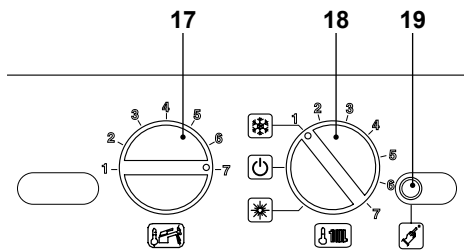
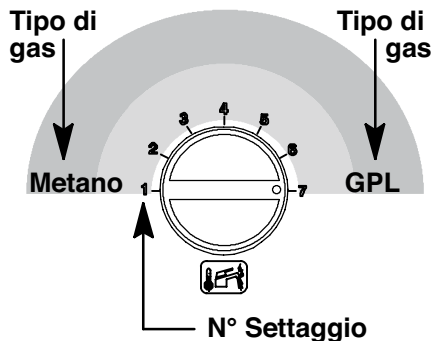

Figura 8.4
Figura 8.9
- Posizionare le manopole 17 e 18 come in Figura 8.4.
- Per settare il Tipo di gas bisogna entrare in programmazione premendo per 15 secondi il pulsante di ripristino 19 in Figura 8.4 fino alla comparsa del parametro **P01** sul display LCD; sul display LCD compare la seguente visualizzazione (la sequenza **P01** si alterna -- -- --).
- Premere il pulsante di ripristino 19 in Figura 8.4 per lo scorrimento dei vari parametri
Esempio: Se il tipo di gas di alimentazione è il GPL (G30-G31) e la caldaia è predisposta per il funzionamento con il gas Metano (G20) ruotare la manopola 17 in Figura 8.4 come in Figura 8.9.
- Premere il pulsante di ripristino 19 in Figura 8.4 per il raggiungimento del parametro **P06** valido per il settaggio del Tipo di gas (secondo livello); sul display LCD compare la seguente visualizzazione (la sequenza **P06** si alterna a **01**).
- Per cambiare il settaggio ruotare la manopola regolazione temperatura sanitaria 17 in Figura 8.4 e posizionarla sulla posizione prescelta vedi anche Figura 8.9.